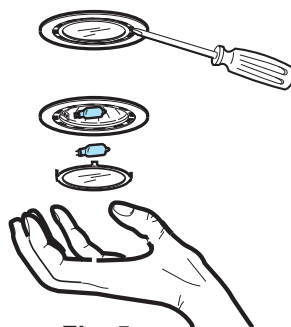

Fig. 5
- Retirez la protection de l'ampoule avec un tournevis. **Fig. 5**